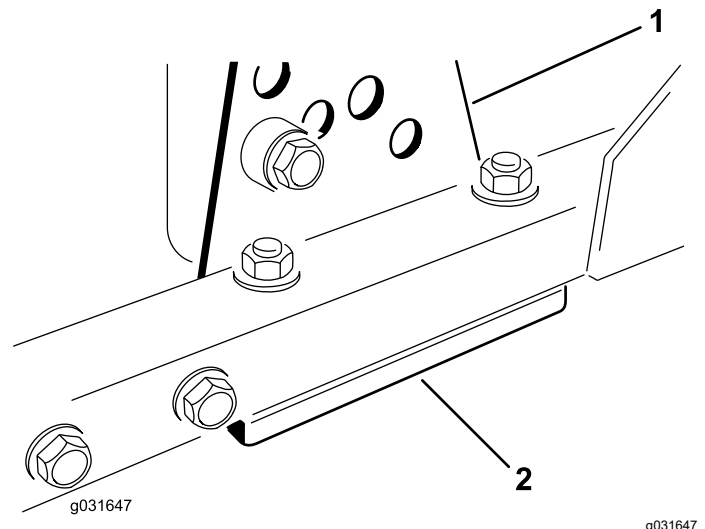

Figura 71
1. Retire el soporte de altura de corte (delantero, izquierdo o derecho) del bastidor de la unidad de corte (Figura 71).
2. Coloque suplementos de 1,5 mm y/o 0,7 mm entre el bastidor de la unidad de corte y el soporte hasta lograr la altura de corte deseada (Figura 71).
3. Instale el soporte de altura de corte en el bastidor de la unidad de corte con los suplementos restantes colocados debajo del soporte de altura de corte (Figura 71).